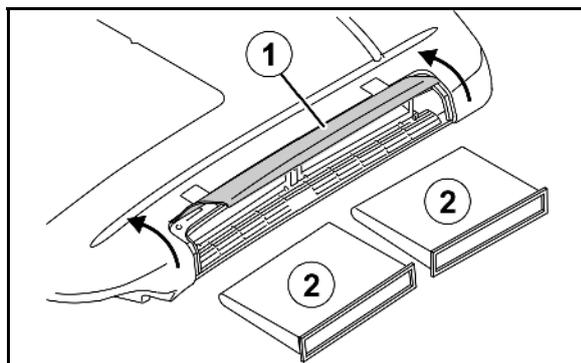

Fig. 188
1. Abrir la cubierta (Fig. 188/1) en el techo de la cabina de la izquierda.
2. Desbloquear el filtro (Fig. 188/2), sacarlo y cambiarlo.